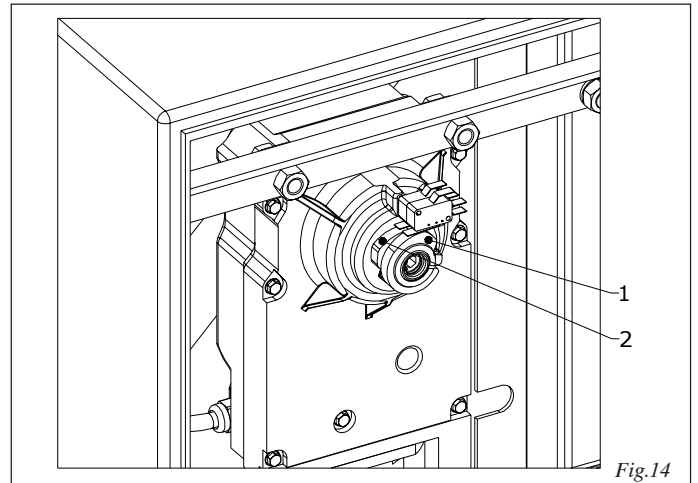

Fig.14
- regolare le camme di azionamento, fig.14 rif.1 e 2, dei micro-interruttori di finecorsa in modo che vengano azionati con asta in posizione di apertura o chiusura un attimo prima del rispettivo arresto meccanico.